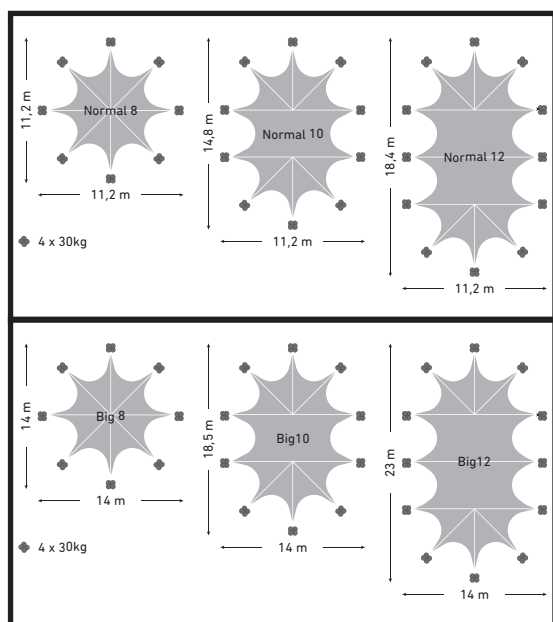

Abb. 1
1. Wählen Sie einen flachen, ebenen Platz für den Aufbau des Zeltes. Stellen Sie sicher, dass der verfügbare Bereich mindestens die in den Maßzeichnungen angegebenen Abmessungen aufweist (Abb. 1).